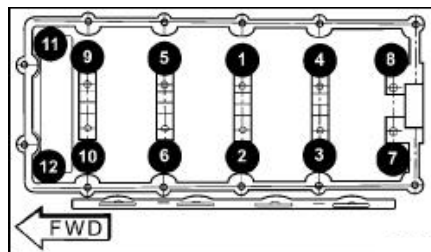

图. 36气缸盖螺栓紧固次序
(5)按次序紧固气缸盖螺栓(图. 36)拧紧螺栓的力矩分四步完成。